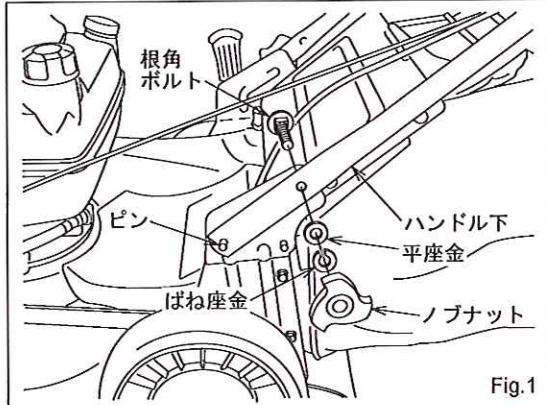

Fig.1
- (1) ハンドル(下)の取り付け：フレームから出ているピンにハンドル(下)の下部穴を挿入し、もう片方の穴をフレームの穴に合わせ、根角ボルトと平座金・ばね座金・ノブナットで取り付けて下さい。フレームには上下2個の穴があいていますので、芝刈り作業がし易いハンドル高さになる穴に止めて下さい。(注意：フレームの穴は四角穴ですのでボルト首下の四角を合わせて挿入して下さい。) (Fig.1)